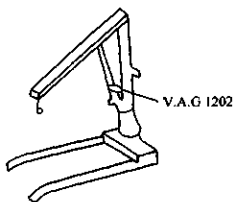

图 2-14 V. A. G1202 发动机吊车
30) 使用小吊车 V. A. G1202 (如图 2-14 所示) 和发动机吊架 2024A 吊住发动机的吊耳。